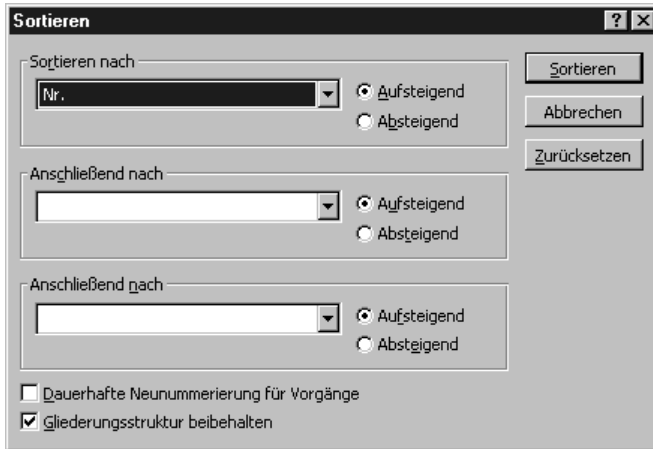

Abbildung 16.7:
5. Wenn Sie nach mehr als einem Feld sortieren möchten, wählen Sie PROJEKT, SORTIEREN, SORTIEREN NACH, um das Dialogfeld Sortieren zu öffnen (siehe Abbildung 16.7).